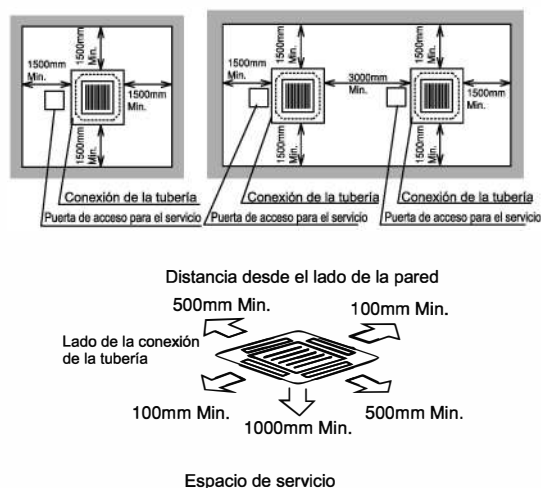

Imagen 3.1 Espacio alrededor de la unidad interna
- Instale la unidad interna con un espacio libre adecuado para el funcionamiento y el mantenimiento, como se muestra en la Imagen 3.1.